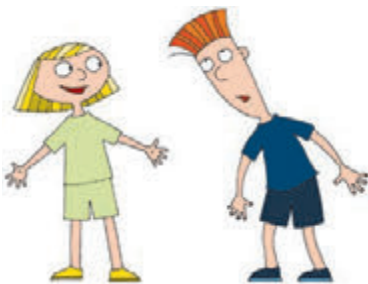

Fig. 1
- (2 baluri) Într-o zi însorită de vară un băiat și o fetiță erau îmbrăcați în haine de bumbac (fig. 1). De ce fetița se simte mai confortabil?